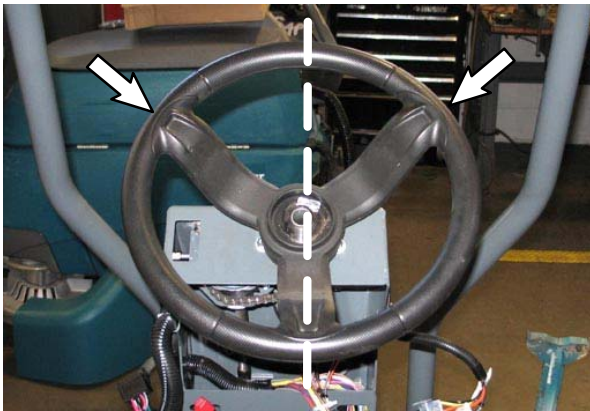

FIG. 61
24. Coloque el volante en la columna de dirección tal como se indica en la Fig. 61.